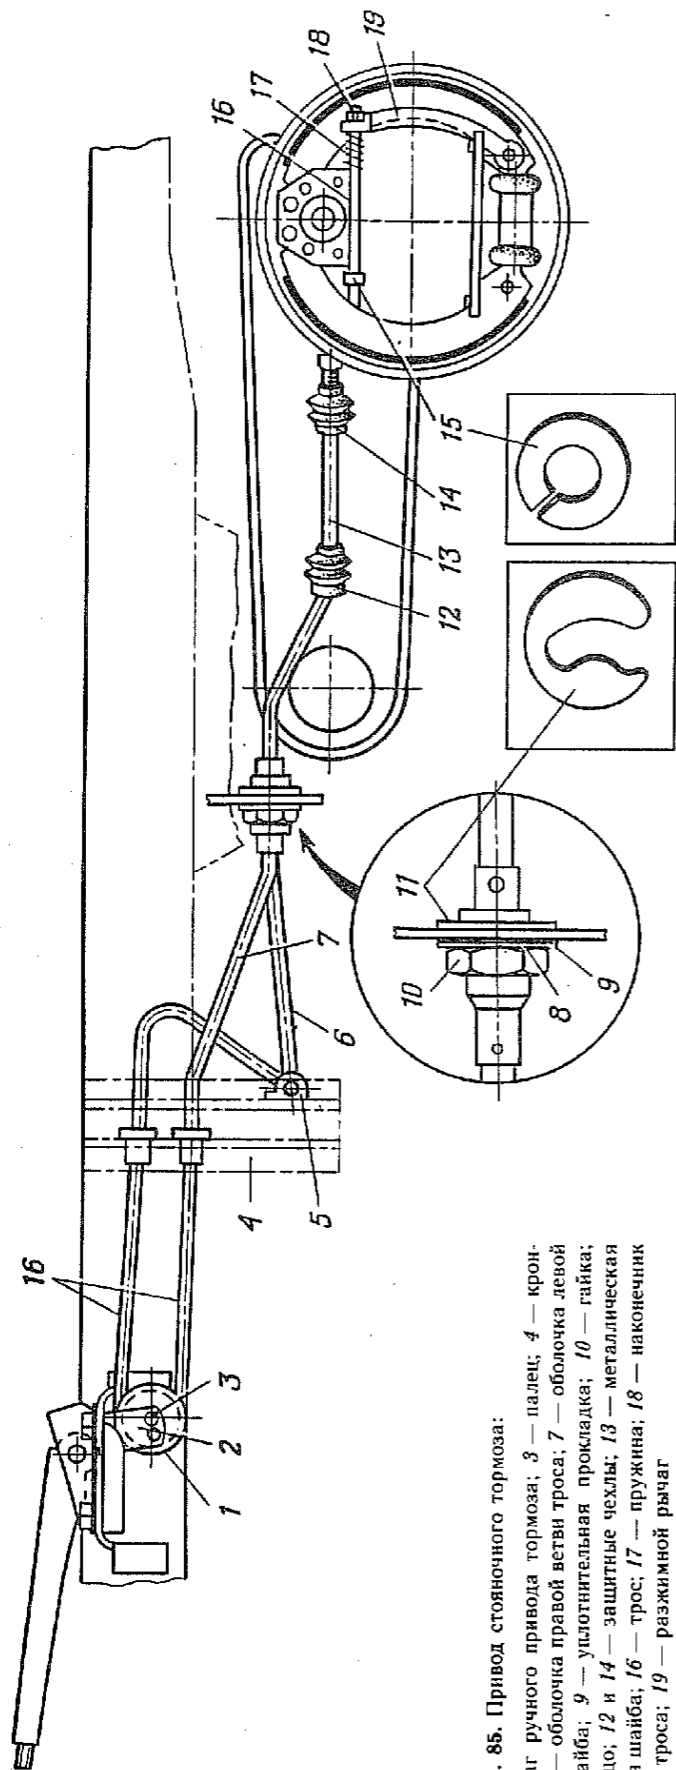

Рис. 85. Привод стояночного тормоза:
1.4. Ослабить болты крепления кронштейна рычага 2 (рис. 85) ручного привода тормоза, сместить кронштейн назад до отказа и опустить рычаг в крайнее нижнее положение (головка 12, вороток).
2.1. Снять с устанавливаемого троса защитные чехлы 12 (рис. 85) и 14 и установить их на трубки 13.